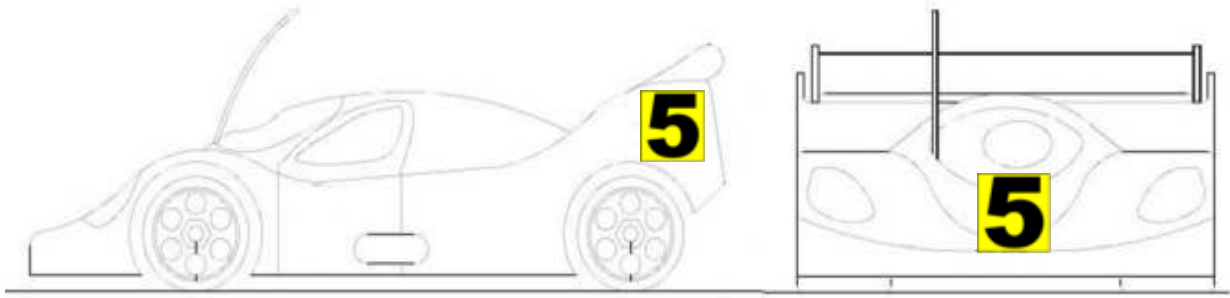

Figura 16: Disposizione numeri gara 1/8 GT
- 6.1.12 **Disposizione numeri di gara GT:** prima della partenza delle manche di qualifica e delle fasi finali i Piloti sono obbligati a posizionare sulla propria carrozzeria i numeri di gara, consegnati dagli Organizzatori, con la disposizione mostrata in Figura 16, al fine di garantire una maggiore visibilità da parte della Direzione di Gara. La non corretta posizione dei numeri gara comporta il richiamo del modello del Pilota, da parte del Direttore di Gara, in modo tale che questi li disponga come da Regolamento (vedi Figura 16).